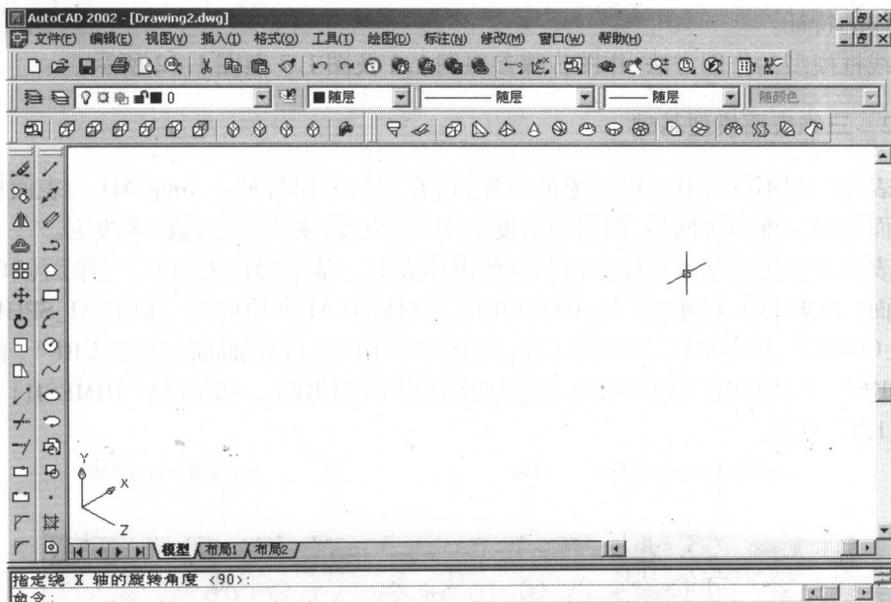

图 1.19 西南等轴测中绕 X 轴旋转 90°
①进入西南等轴测视图,坐标系统 X 轴旋转 90° ,如图 1.19 所示。